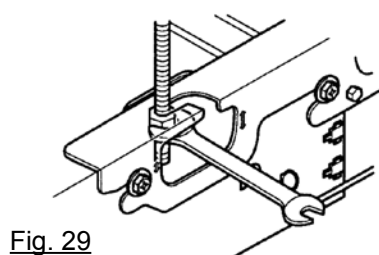

Fig. 29
- Regolare l'altezza ruotando il dado con una chiave inglese. Inserire la chiave inglese dall'apertura della staffa di sospensione (fare riferimento alla Fig. 29).